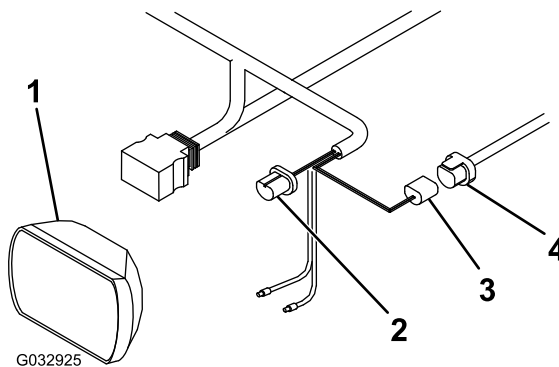

Figura 14
1. Desconecte el enchufe del arnés de cables de la parte posterior del faro izquierdo del vehículo (Figura 14).
2. Conecte el enchufe azul del arnés de cables largos a la parte posterior del faro izquierdo del vehículo (Figura 14).
3. Conecte el enchufe negro del arnés de cables largos al enchufe que desconectó anteriormente en el arnés de cables del vehículo (Figura 14).